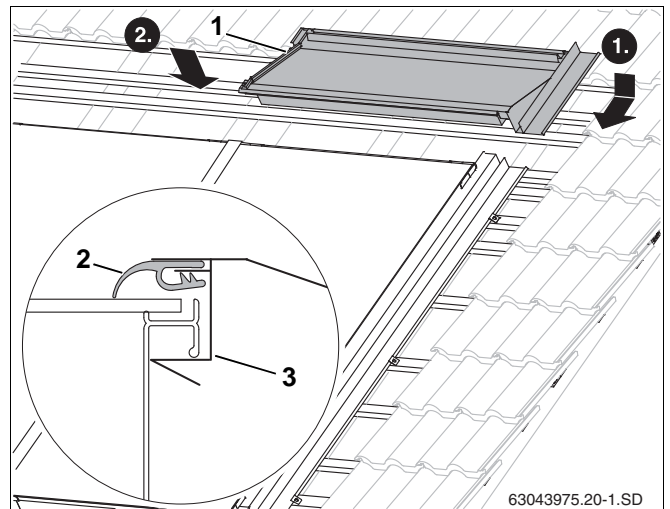

Fig. 55 Øverste højre dækplade
- ▶ Sæt øverste højre dækplade (fig. 55, **pos. 1**) ind i højre sidedækplade.
- ▶ Ved at trykke foroven på dækpladen går pladen i indgreb under solfangerrammens gribehåndtag (fig. 55, **pos. 3**).
- ▶ Læg gummilæben (fig. 55, **pos. 2**) foroven på solfangeren, og træk den frem.